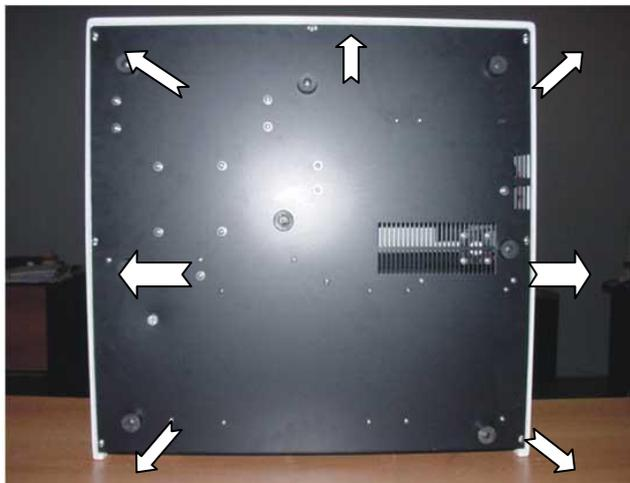

Рис. 1
1. Отверните семь внешних винтов снизу по периметру основания прибора (Рис. 1):